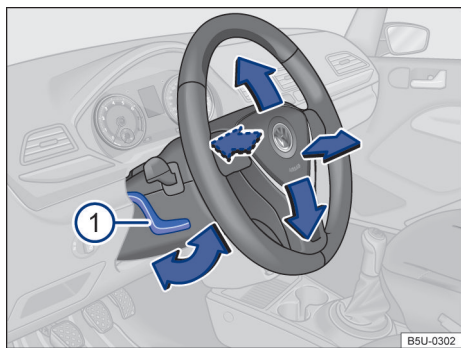

Fig. 71 Embaixo e a esquerda do volante junto com o revestimento da coluna de direção: alavanca de ajuste da posição do volante.
- Empurrar a alavanca → **Fig. 71** ① para baixo e colocar o volante na posição desejada.